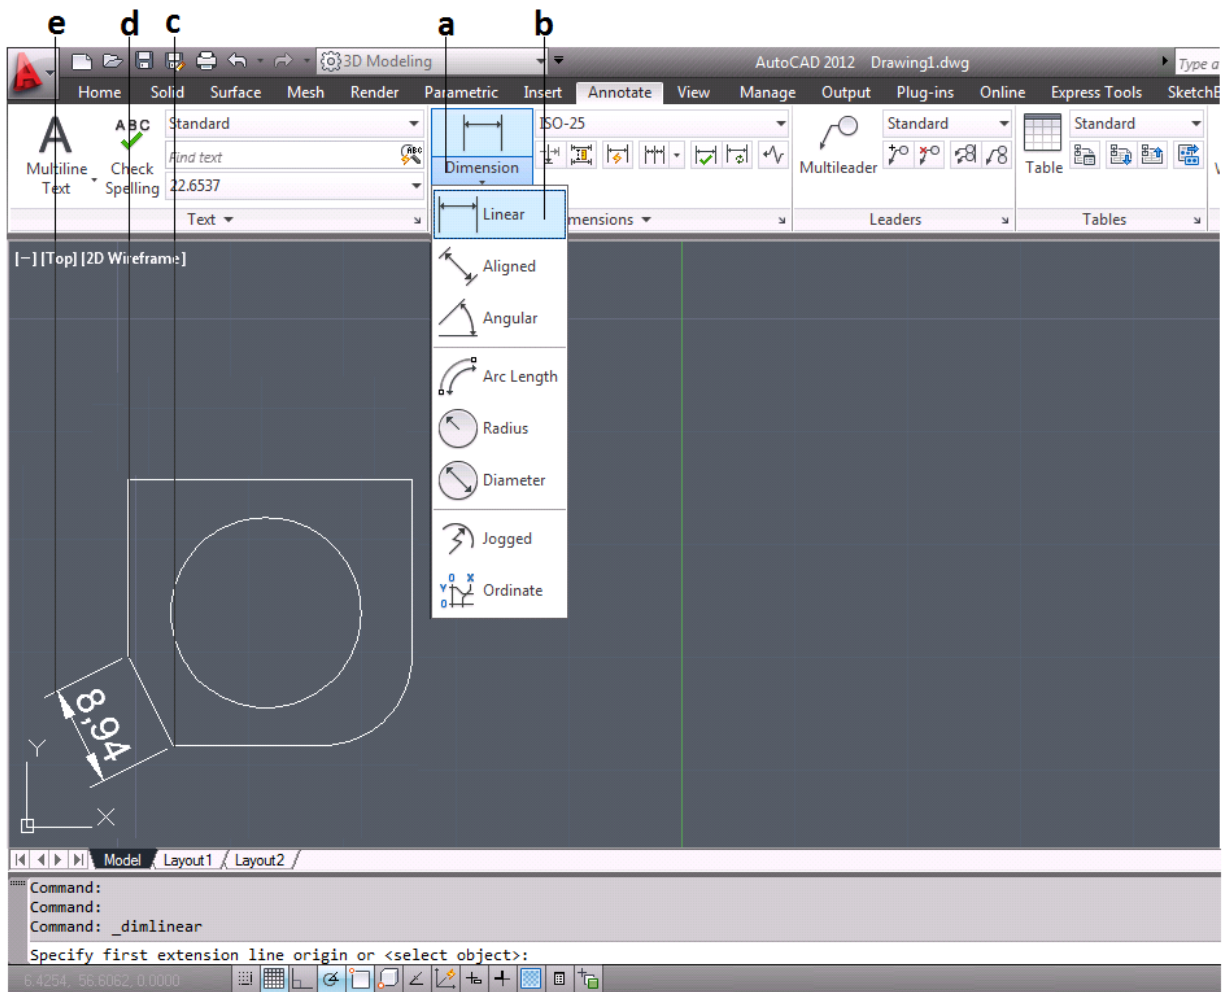

Figura 3.66 Acotado “Acotamiento Alineado”
- a. Se da clic sobre el icono Dimensión [Dimension] para desplegar la lista de tipos de Cotas (*figura 3.66*).
- b. Se selecciona la herramienta Alineada [Aligned] de la lista de tipo de cotas (*figura 3.66*).
- c. Se selecciona el primer extremo de la línea, para indicar la 1ª coordenada (*figura 3.66*).
- d. Se selecciona el segundo extremo de la línea, para indicar la 2ª coordenada (*figura 3.66*).
- e. Con el puntero se indica donde se localizara la cota (*figura 3.66*).